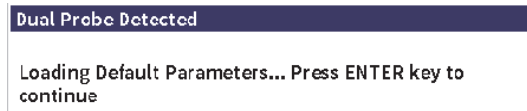

Figura 11-33 Caixa de diálogo de detecção de módulo
Se um transdutor de elemento duplo do medidor de espessura está conectado ao EPOCH 6LT, uma caixa de diálogo solicitará que você pressione a tecla Enter para continuar (veja Figura 11-33 na página 221).
9. Ao usar um transdutor sem o pino central, selecione uma sonda na página **Configurar transdutor** depois de ativar o módulo de corrosão (veja Figura 11-33 na página 221).